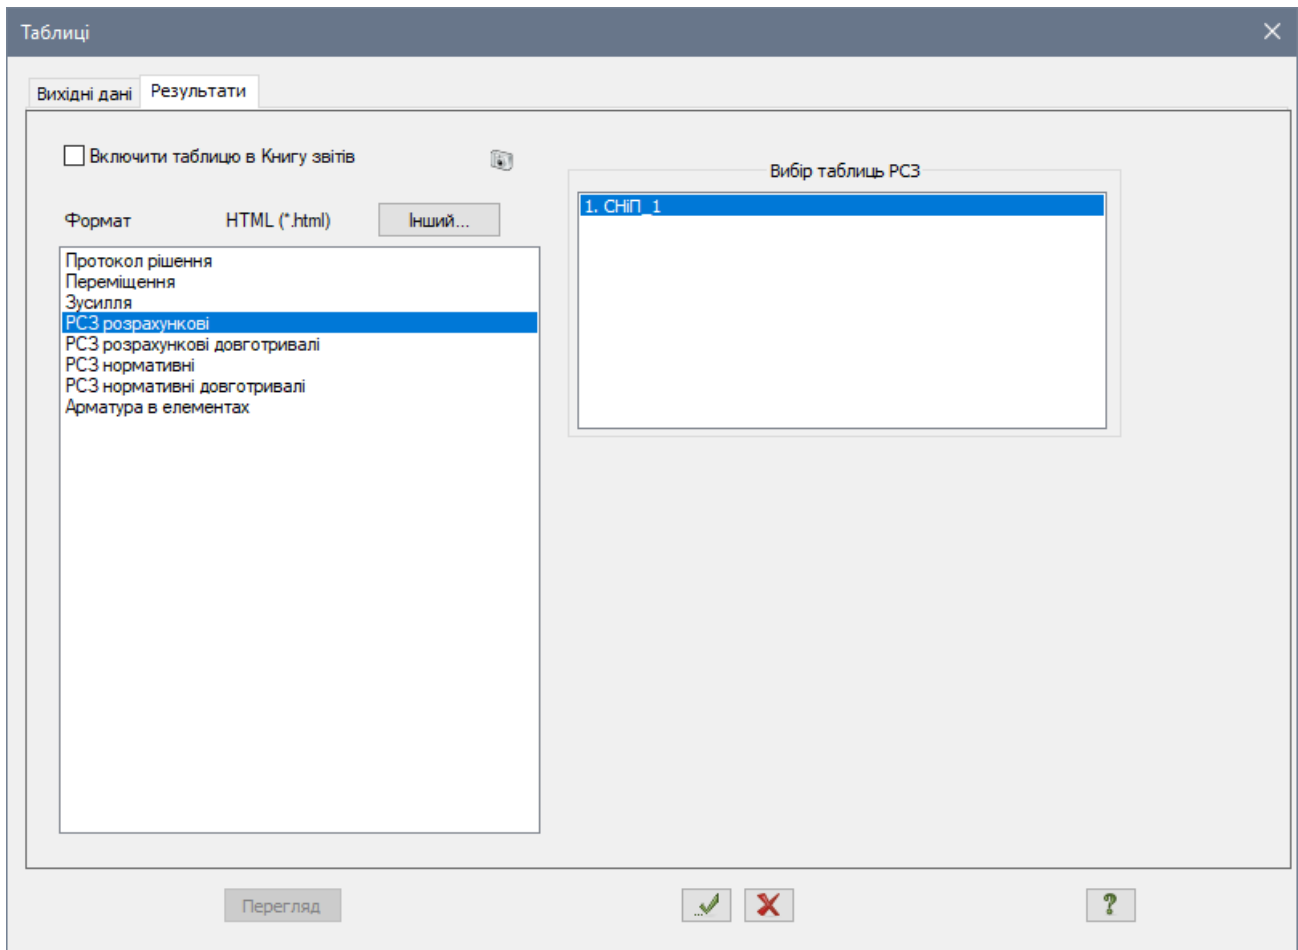

Рис. 1.22. Діалогове вікно Таблиці
- Після цього в діалоговому вікні **Таблиці** (рис. 1.22) виділіть рядок **PC3 розрахункові**.